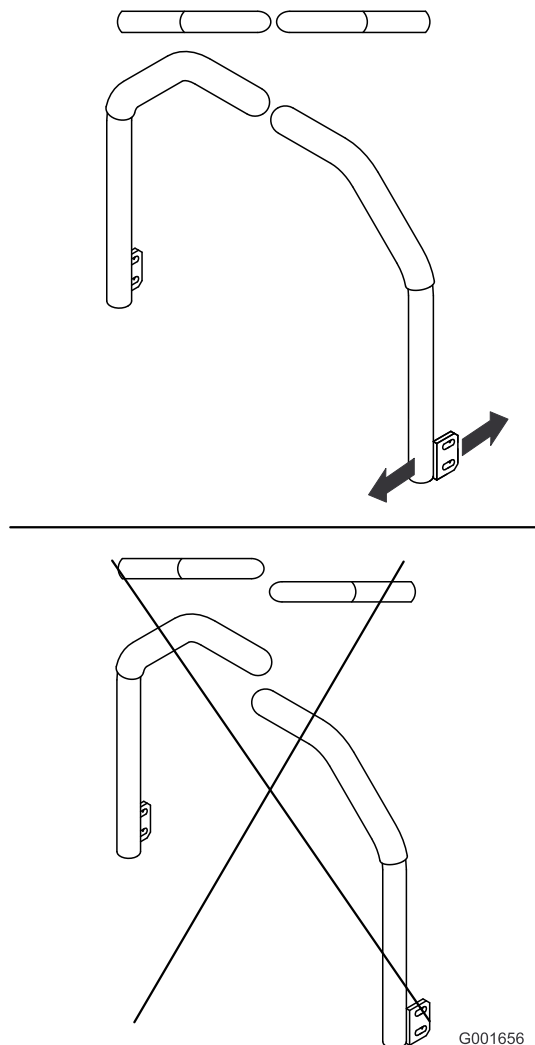

Bild 67
5. Stellen Sie die Fahrtriebshebel so ein, dass sie ausgerichtet sind (Bild 67) und ziehen Sie die Schrauben fest, um die Hebel an den Pfosten zu befestigen.